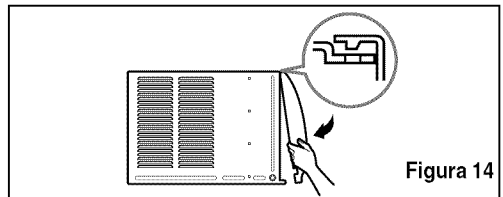

Figura 14
2. Pegue el panel frontal a la caja insertando los fijadores en el panel adentro los del panel dela caja. (Ver Figura 14)